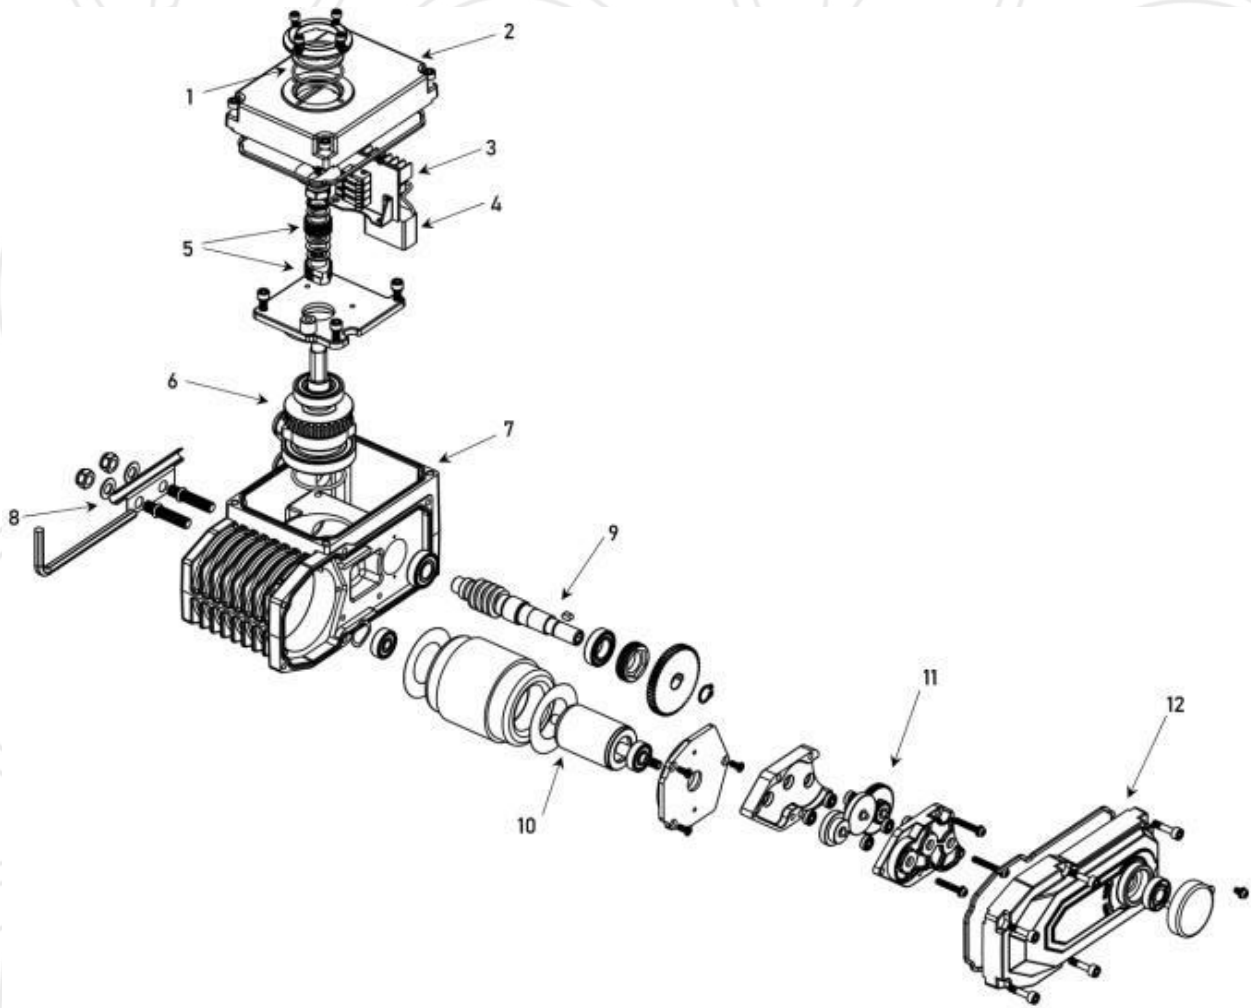

Рис.1
2.3. Детализовка электропривода Рис.1